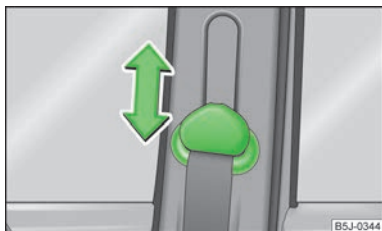

Fig. 101
- Presionar el herraje de inversión y desplazar en el sentido deseado, hacia arriba o hacia abajo » fig. 101.